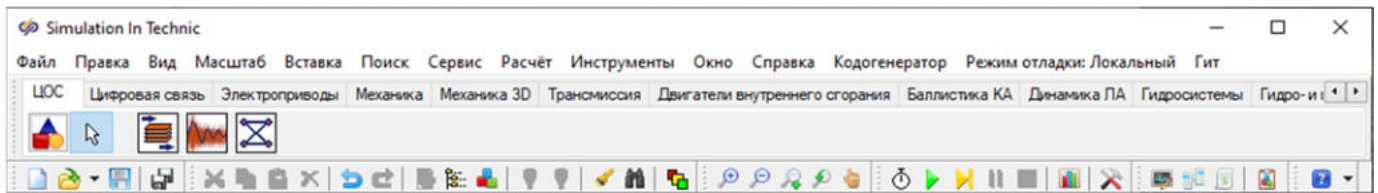

Рис. 3. Главное окно SimInTech с выбранной вкладкой "ЦОС" в палитре блоков.
1. В главном окне SimInTech в палитре блоков выбрать вкладку **ЦОС** (Рис. 3).